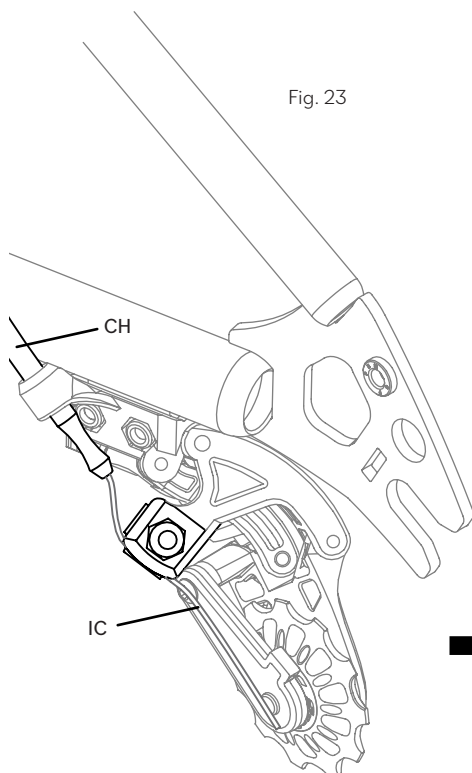

Fig. 23
- À l'aide d'une pince à becs pointus ou d'un outil similaire, tirez le câble au travers de la gaine et insérez-le dans le dérailleur (fig. 23)